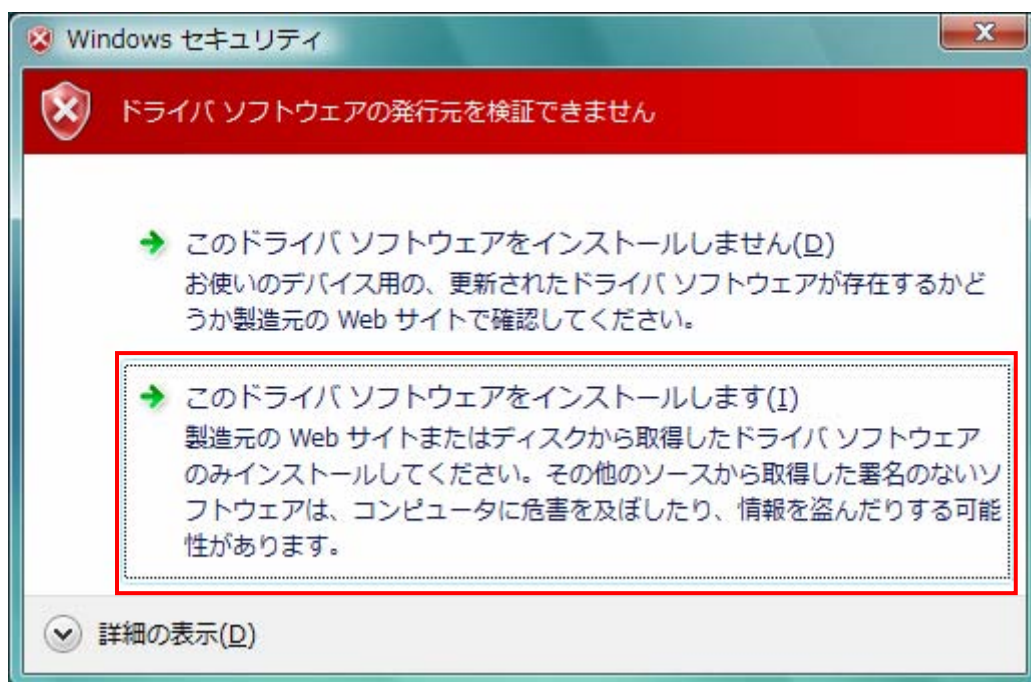

図 3.1.2. セキュリティ警告 (Windows Vista) 画面
「次へ」をクリックすると、Windows Vista では「図 3.1.2. セキュリティ警告 (Windows Vista) 画面」が表示されますので、「このドライバソフトウェアをインストールします (I)」を選択してください。(Windows XP/Server2003/Server2008 ではメッセージ内容が異なります。インストール継続を選択してください。)